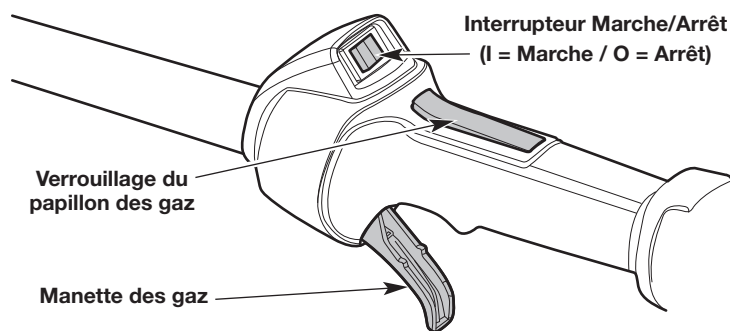

Fig. 11
REMARQUE : il n'est pas nécessaire de démarrer l'appareil. L'interrupteur de marche/arrêt est constamment en position de **Marche (I)** (Fig. 11).
3. Appuyez sur le bouton de verrouillage de la manette des gaz et maintenez-le enfoncé (Fig. 11). Serrez la manette des gaz et maintenez-la enfoncée (Fig. 11).
2. Appuyez sur l'interrupteur de marche/arrêt et maintenez-le enfoncé en position **d'Arrêt (O)** jusqu'à ce que le moteur s'arrête complètement (Fig. 11).
4. Appuyez sur le bouton de verrouillage de la manette des gaz et maintenez-le enfoncé (Fig. 11). Serrez la manette des gaz et maintenez-la enfoncée (Fig. 11).